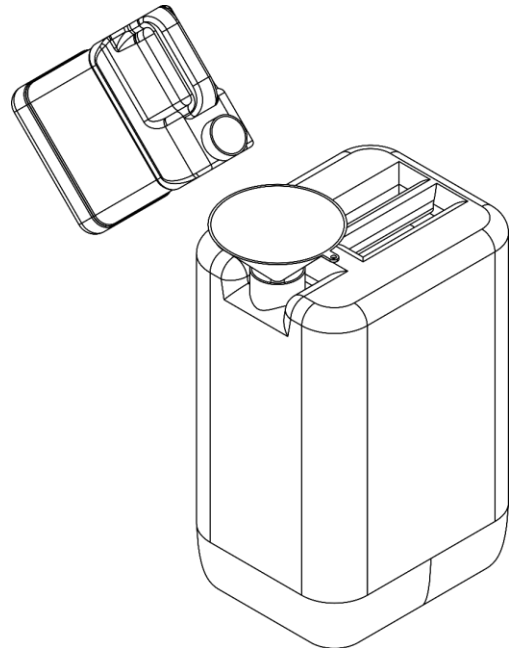

Fig. 17
- 05) Utilice un embudo para verter el líquido de niebla del depósito al bidón de líquido original, como se muestra en la Fig. 17.